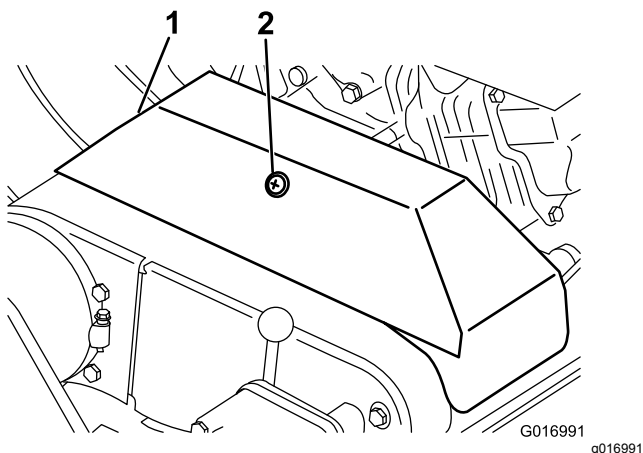

Figura 46
2. Desaperte a fixação que prende a cobertura da correia em V e incline a abertura da cobertura (Figura 46).